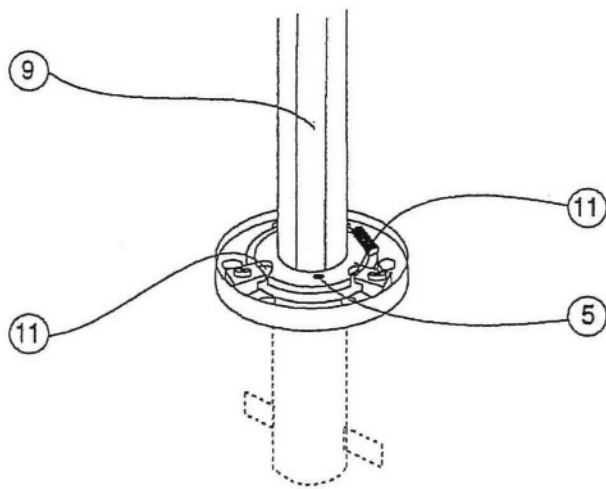
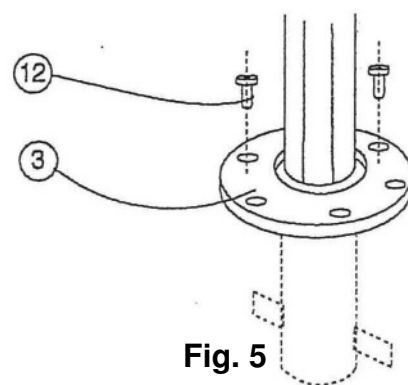

Fig. 4
Fig. 5
- Mast (9) sorgfältig senkrecht aufrichten und noch festhalten (Fig. 4).
- Sicherungsschraube (5) einsetzen.
- Mit Nivellierschrauben (11) allenfalls Senkrechtstellung justieren.
- Pressring (3) auf Mastfuss absenken und Verankerungsschrauben (12) einsetzen (Fig. 5).